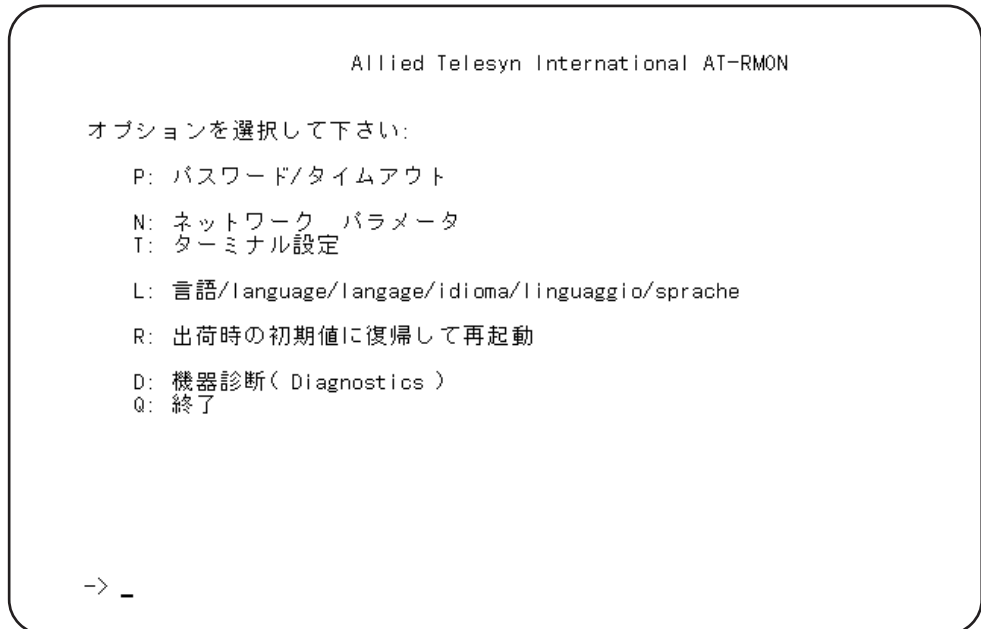

図 4-3: Omega ソフトウェアのメインメニュー画面
- (5) AT-RMON に電源を投入すると、セルフテストが自動実行された後、メインメニュー(図 4-3)が表示されます。手順(4)を完了した時点で、AT-RMON が既に動作中である場合は、リターンキーを数回押すことによってOmegaソフトウェアのメインメニューが表示されます。
[OK] ボタンをクリックし、ダイアログを閉じます。ここで、AT-RMONに電源を投入すると、セルフテストが自動実行されます。リターンキーを数回押すとメインメニュー図 4-3 が表示されます。手順(4)を完了した時点で、AT-RMON が既に動作中である場合は、リターンキーを数回押すことによってOmegaソフトウェアのメインメニューが表示されます。